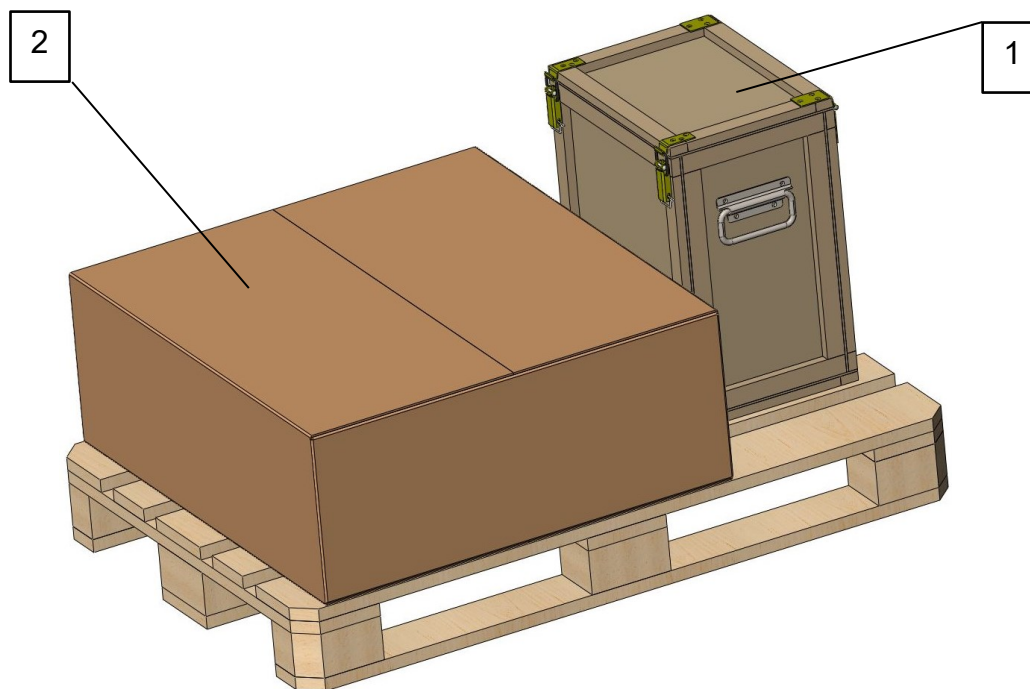

Рисунок 10 - Упаковка изделия на евро паллете 1200x800x145 мм
- Ящик фанерный с габаритами 400x300x500 мм (поз. 1 рис. 10);
- Короб из гофрокартона с габаритами 800x750x300 мм (поз. 2 рис. 10).